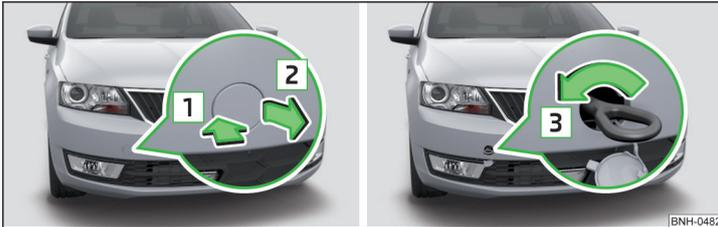

Abb. 175 Ausbau der Abdeckkappe / Einbau der Abschleppöse
- Auf die Abdeckkappe in Pfeilrichtung 1 » Abb. 175 drücken.
- Die Abschleppöse von Hand in Pfeilrichtung 3 » Abb. 175 bis zum Anschlag einschrauben » !.